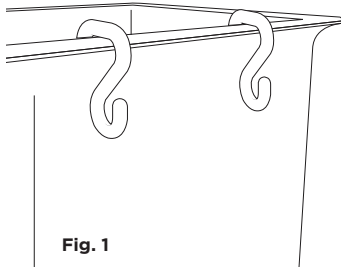

Fig. 1
1. Secure two compatible bucket hooks onto the lip of the bucket. [fig. 1]
1. Asegure dos ganchos de cubeta compatibles en el borde de la cubeta. [fig. 1]